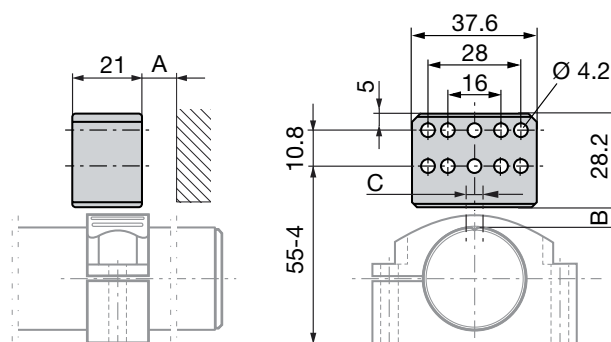
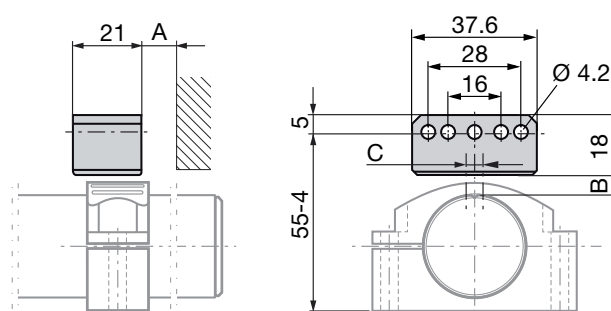

Fig. 5-1: Medidas y distancias con el sensor de posición BTL6-A-3800-2
Fig. 5-2: Medidas y distancias con el sensor de posición BTL6-A-3801-2
- La distancia A entre sensor de posición y piezas de material imantable, debe ser de 10 mm como mínimo (véase Fig. 5-1 y la Fig. 5-2).
- Para la distancia B entre sensor de posición y BTL y para el desplazamiento de centro C (véase Fig. 5-1 y Fig. 5-2), se deben cumplir los siguientes valores:
Tab. 5-1: Para la distancia y el desplazamiento para sensores de posición (véase la Fig. 5-1 y la Fig. 5-2)